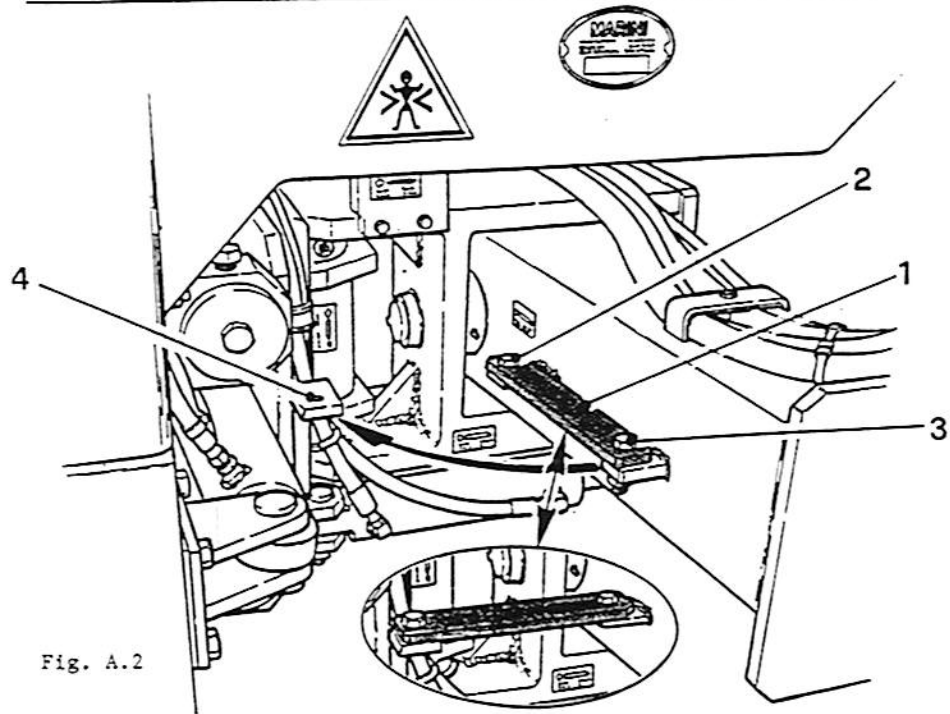

Fig. A.2
Applicazione staffa (Fig. A.2): allentare la vite (2) e togliere la vite (3). Ruotare staffa (1) fino a portarla sull'ancoraggio (4) e fissare vite (3). Stringere la vite (2).